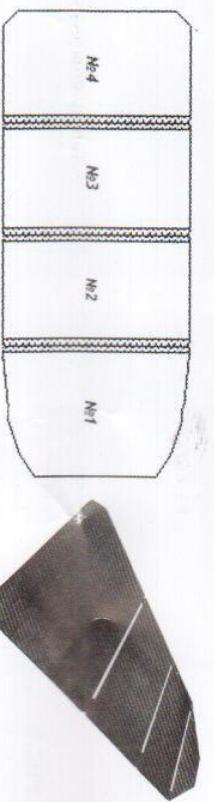

Рис.4
– В ЛН **Хантер 290 Л –** сборный пол из водостойкой ламинированной фанеры толщиной 9 мм с соединительным Н-образным алюминиевым профилем (рис.4). Сборный пол состоит из носовой секции № 1 – малая трапеция, секций № 2, № 3, № 4.